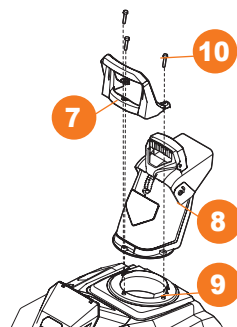

Рис. 4
- Установите рукоятку для переноски ❷ и трубу выброса снега ❸, совместив отверстия трубы и рукоятки со штифтами корпуса ❹ (Рис. 4).
- Закрепите рукоятку ❷ и трубу ❸ тремя длинными винтами ❿ к корпусу ❹ (Рис. 4).